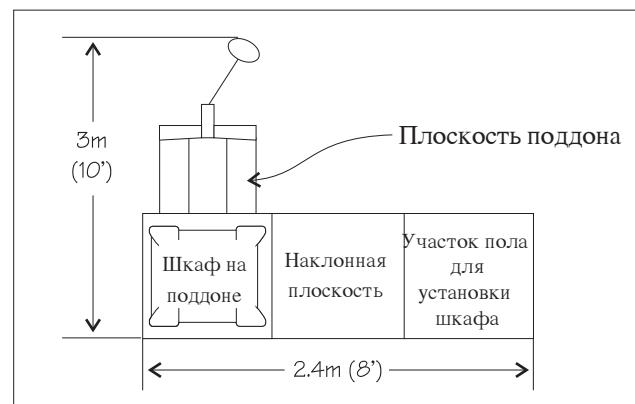

Рис. 3-1. Участок пола для выгрузки шкафа
2. Участок пола для выгрузки шкафа - Необходимо выбрать гладкую горизонтальную поверхность пола для выгрузки поддона со шкафом, удаления транспортных материалов и упаковки и установки наклонной плоскости. Должно быть обеспечено достаточно рабочее пространство для двух человек, которые должны аккуратно спустить шкаф вниз по наклонной плоскости и установить его на полу. Ниже на рис. 3-1 приведены размеры участка пола для выгрузки шкафа.